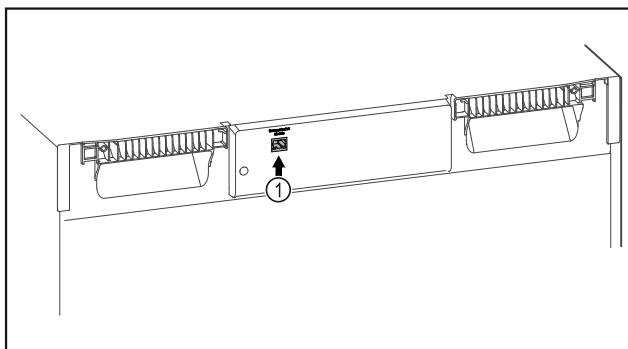

Fig. 89
- SmartModule Fig. 89 (1) ist eingesetzt.